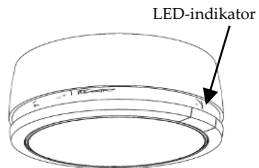

Figur 8
4. Öppna batterifacketets lucka (se figur 8).